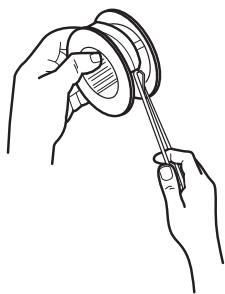

Fig. 33
- > Couper un bout long de 6 m de fil nylon de diamètre 2,4 mm. Faire un anneau au milieu de la ligne et insérer cet anneau sur le crochet de la bobine (Fig. 33).